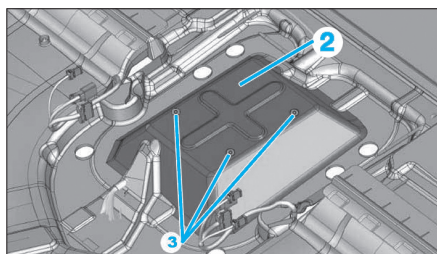

Fig. 19
• Dégrafer le tapis (1) en (a) (Fig.19).
• Déposer les écrous (3) et le couvercle (2) (Fig.19)